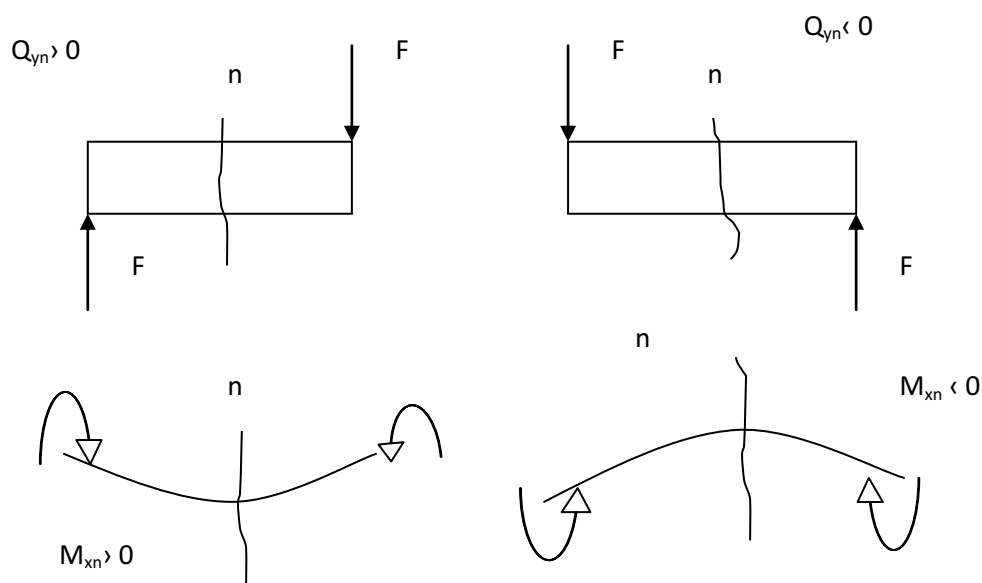

Рисунок 1.- Правило знаков Q_y и M_x
2.Определяем значения изгибающего момента M_x и поперечной силы Q_y , используя метод РОЗУ. Введем правило знаков:(рис.1) если при определении Q_y рассматривается левая отсеченная часть балки, то внешние силы направленные вверх принимаются со знаком плюс, а вниз со знаком минус. Изгибающий момент считается положительным, если балка изгибается выпуклостью вниз, т.е. растянутые волокна расположены снизу. При изгибе выпуклостью вверх M_x отрицателен. Из этого следует если моменты внешних сил стремятся повернуть левую отсеченную часть балки относительно рассматриваемого сечения против часовой стрелки, то эти моменты надо брать со знаком плюс, а по часовой – минус. При рассмотрении правой части – наоборот.